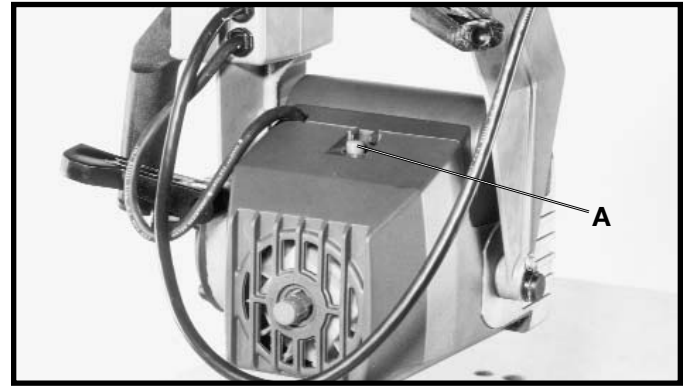

Fig. 82
El motor de su sierra está equipado con un botón de relé de reenganche para sobrecargas (A) Fig. 82. Si el motor se apaga o no se enciende debido a una sobrecarga o a voltaje bajo, gire el interruptor a la posición de **"APAGADO"**, permita que el motor se enfríe de tres a cinco minutos y empuje el botón de reenganche (A), que restaurará el dispositivo de sobrecarga. El motor puede encenderse nuevamente de la manera usual. Algunas condiciones que pueden causar sobrecargar son; terraja del corte demasiado rápida, con una lámina opaca, usando la sierra más allá de su capacidad, el etc.